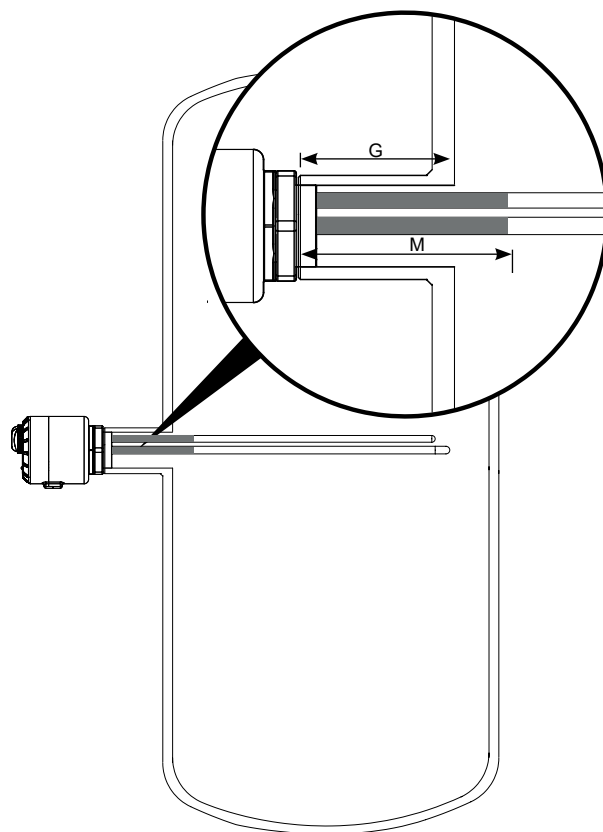

Рис. 3 Правильная глубина соединительного штуцера.
- Проверить длину соединительного штуцера G, которая должна быть меньше длины мёртвой зоны нагревательного модуля M. (**Рис. 3**)